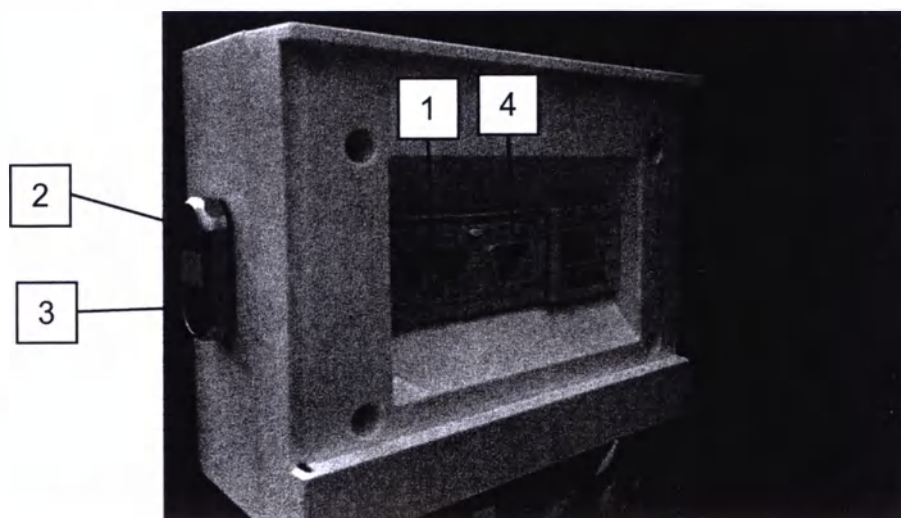

Рисунок 26 – Основной узел включения прибора.
Откройте узел основного включения прибора (см. рисунок 26) и переведите автомат питания (1) в верхнее положение (состояние подключения схемы прибора к питающей сети).
Устройство защитного отключения (см. рисунок 26, поз. 4) должно находиться в верхнем положении (включено).